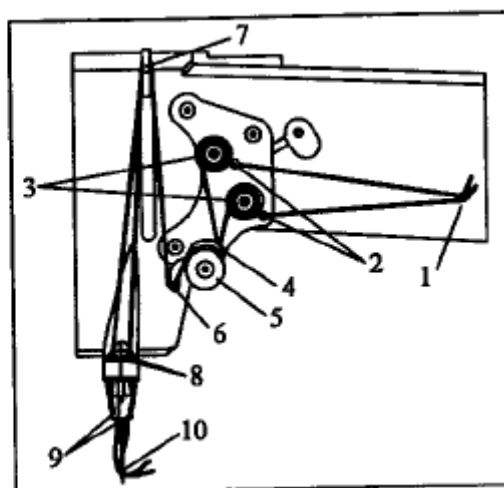

Рис. 2
- Поверните шкив (203) вручную, чтобы установить иглы в верхнее положение
- Протяните игольную нитку по пути, указанному на Рис. 2.